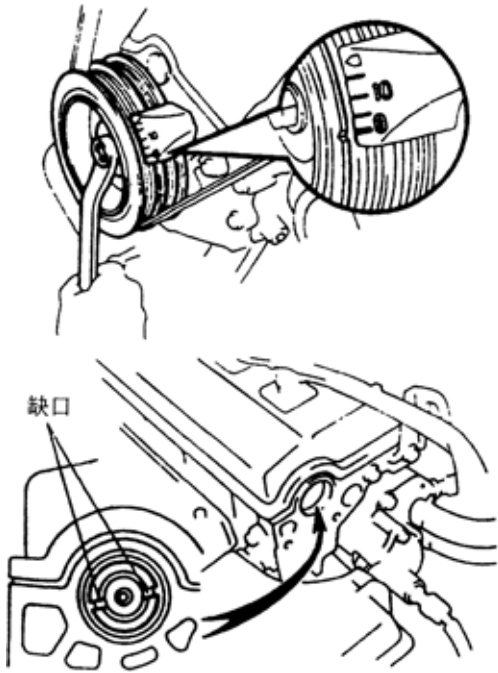

图 9-26
3)确定 1 缸压缩上止点的位置。顺时针转动曲轴,把进气凸轮轴缺口的位置对准如图 9-26 所示的位置。